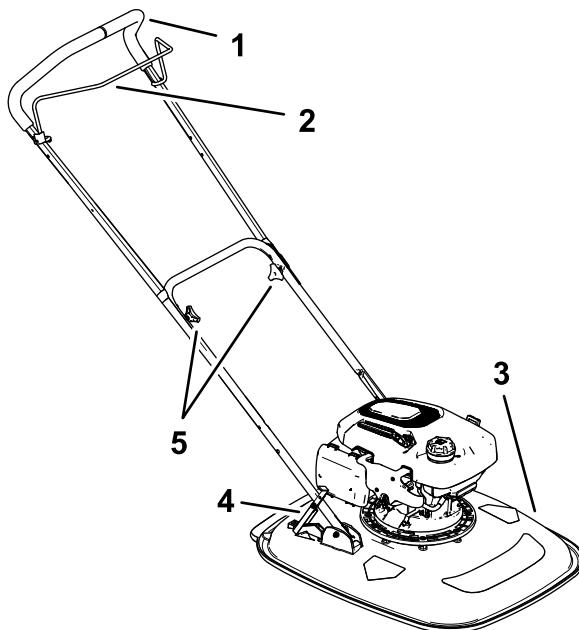

**Figura 16**
5. Controllate il livello dell'olio sull'asta di livello (Figura 16).